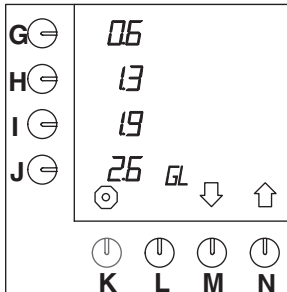

Abb. 39 Ändern der vorprogrammierten Wahl tasten für Gallonen
- Drücken Sie auf die Wahl taste (N.)↑, bis Abb.39 im Display erscheint.